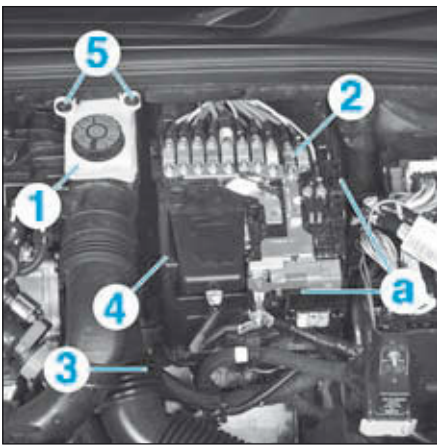

FIG.23
- Ouvrir le réservoir de compensation déporté (1) et le vidanger à l'aide d'une seringue (Fig.23).
- Dégrafer en (a) et écarter, par le haut, le boîtier fusibles (2).
- le conduit d'air (3),
- le carter de protection (4) de la batterie,
- les vis (5).